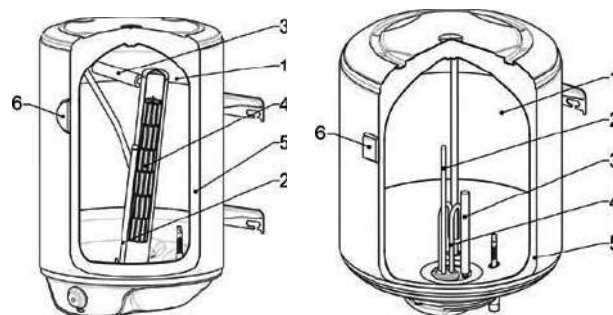

Рисунок 1.
ЕВАД складається з двох сталевих баків (рисунок 1): внутрішнього (робочого) і зовнішнього. Між ними знаходиться теплоізоляційний прошарок з пінополіуретану, що надає ЕВАД властивості термоса. Для захисту від корозії внутрішня поверхня робочого бака покрита скло-емаллю. Електричний блок моделей складається з ТЕНа (мідного трубчатого нагрівального елемента в моделях N4L, N4, D400-1-M, D400-2-B, PC, D443-1-M, або керамічного в моделях D325-2-BC, D400-1-BC, D400-2-BC), терморегулятора (стрижневого типу в моделях N4L, N4, N4s, D400-1-M, PC або капілярного – моделі D400-2-B, D325-2-BC, D400-1-BC, D400-2-BC, D443-2-BC), та магнієвого анода.
Магнієвий анод (рисунок 1) забезпечує додатковий захист внутрішнього бака від корозії, а також, в значній мірі, запобігає виникненню накипу на ТЕНі. Взаємодія катіонів магнію з солями, що розчинені у воді, призводить до утворення пухкого накипу, який осідає на дно і легко усувається при чистці бака.
1. Чищення внутрішнього бака водонагрівача від накипу (рисунок 1).
2. Чищення фланця нагрівального елемента від накипу (рисунок 1).
3. Заміни магнієвого анода (рисунок 1).